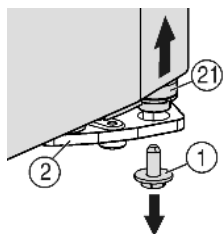
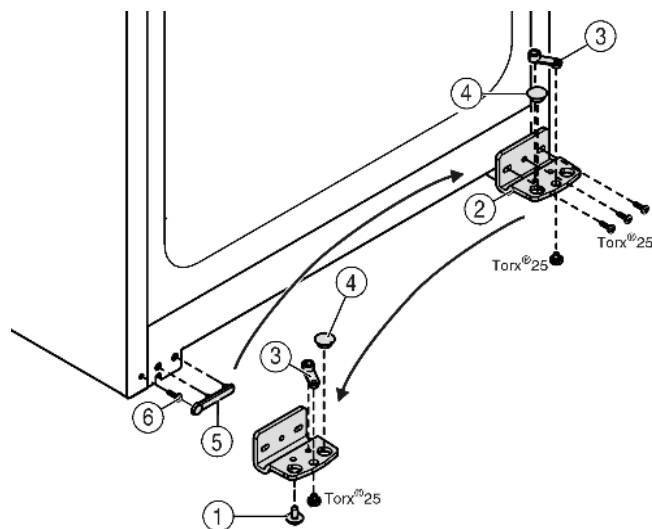

Fig. 5
Fig. 6
- ▶ Vpravo dole na stojanu ložiska vyšroubujte pojistný šroub Fig. 5 (1).
- ▷ Ložiskový čep Fig. 5 (21) se uvolní ze stojanu ložiska Fig. 6 (2).
- ▶ Pokud se ložiskový čep Fig. 5 (21) neuvolní, vytlačte čep zdola.
- ▶ Našroubujte stojan ložiska Fig. 6 (2).
- ▶ Našroubujte ložiskový díl Fig. 6 (3) a přemístěte do protilehlého upínacího otvoru stojanu ložiska, opět přišroubujte.
- ▶ Vyměňte ze stojanu ložiska zátku Fig. 6 (4) a nasadte do protilehlého upínacího otvoru stojanu ložiska.
- ▶ Opatrně zvedněte kryt Fig. 6 (5) na straně madla.
- ▶ Vyšroubujte šroub Fig. 6 (6) a na protější straně ho opět nasadte.
- ▶ Kryt Fig. 6 (5) opět nasadte.
- ▶ Přišroubujte opět stojan ložiska Fig. 6 (2) na novou stranu závěsu (silou 4 Nm), příp. pomocí akumulátorového šroubováku.
- ▶ Zašroubujte a dotáhněte pojistný šroub Fig. 5 (1) dole do ložiskového čepu (**silou 4 Nm**).